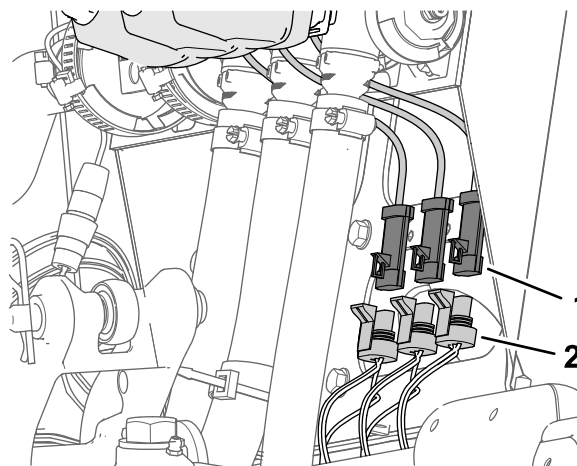

Figura 29
1. Desconecte los conectores hembra de 3 vías marcados LEFT SPRAY VALVE, CENTER SPRAY VALVE y RIGHT SPRAY VALVE del arnés de cables de la máquina de los conectores de 3 pines de los actuadores de las 3 válvulas de fumigación (Figura 29).